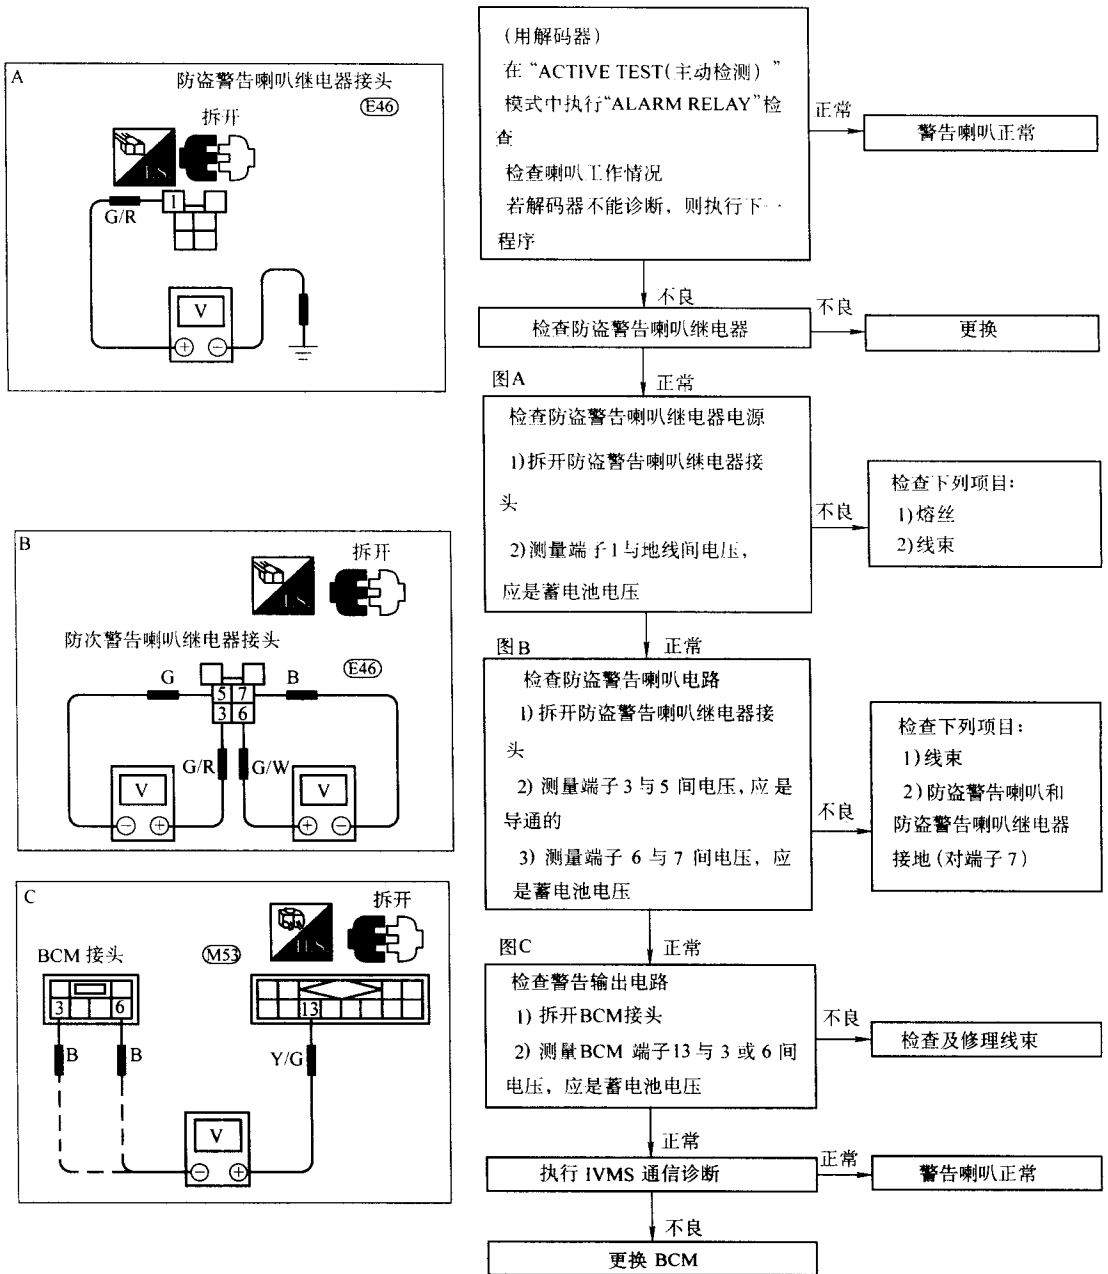

图 3-18 诊断程序 5
(5) 诊断程序 5 (防盗警告喇叭检查), 如图 3-18 所示。